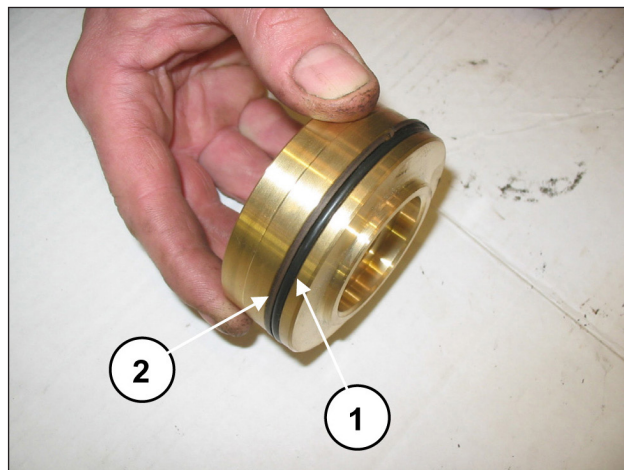

Рис. 127
Установите уплотнительное кольцо, поз. №17 на деталировочном чертеже (поз. ①, Рис. 127), и антиэкструзионное кольцо, поз. №21 на деталировочном чертеже (поз. ②, Рис. 127), в пробку нагнетательного клапана.